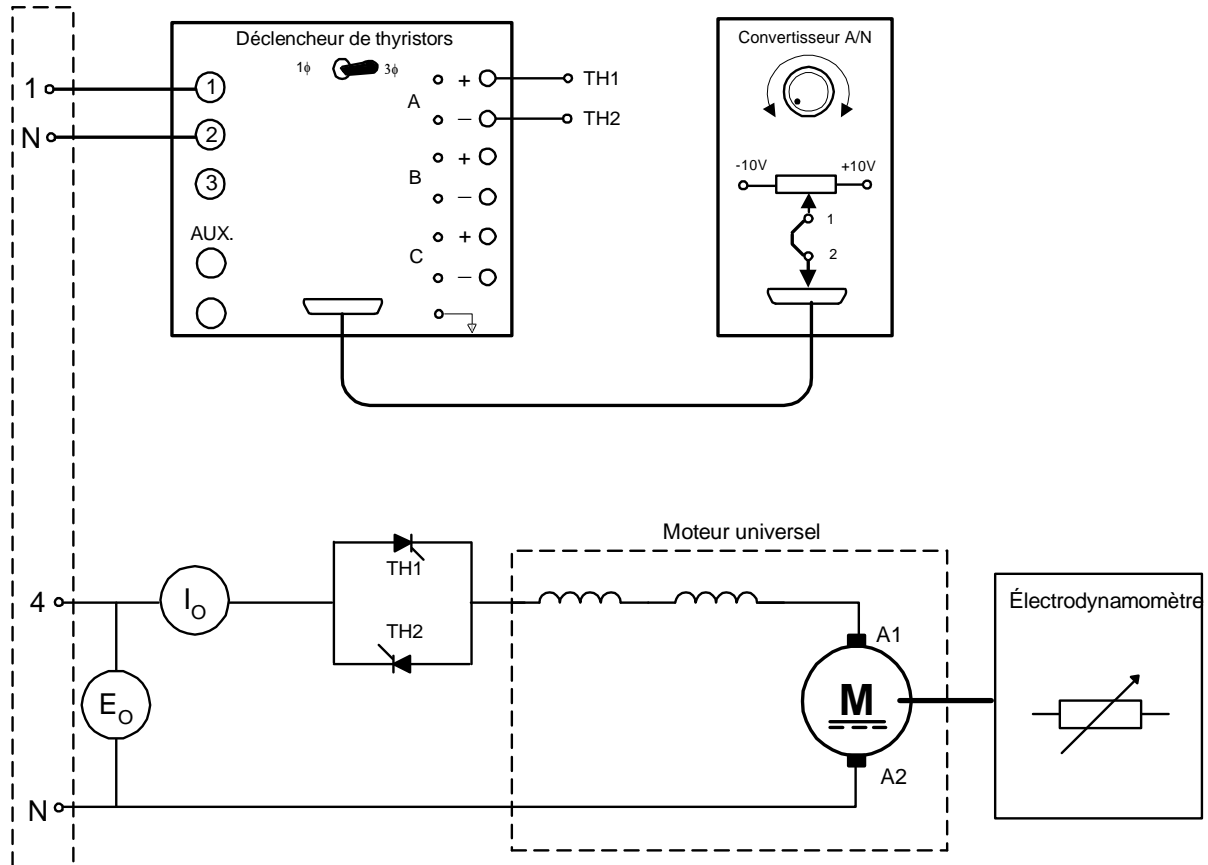

FIGURE 3-4
1. Montez le circuit de la Figure 3-4.